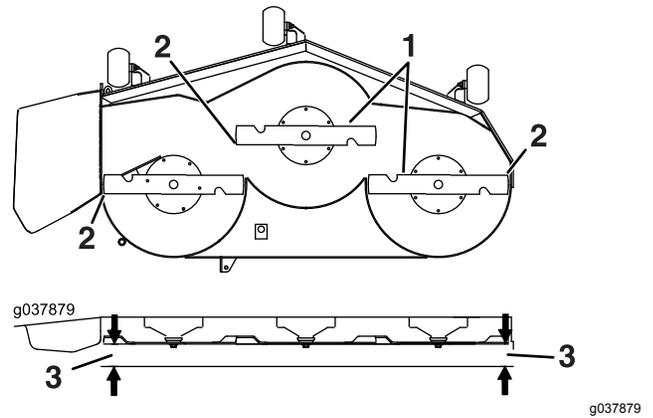

Figura 119
6. Mida entre la punta de la cuchilla y la superficie plana (Figura 119). Si ambas mediciones no
13. Gire cuidadosamente las cuchillas colocándolas perpendicularmente al sentido de avance de la máquina (Figura 119).